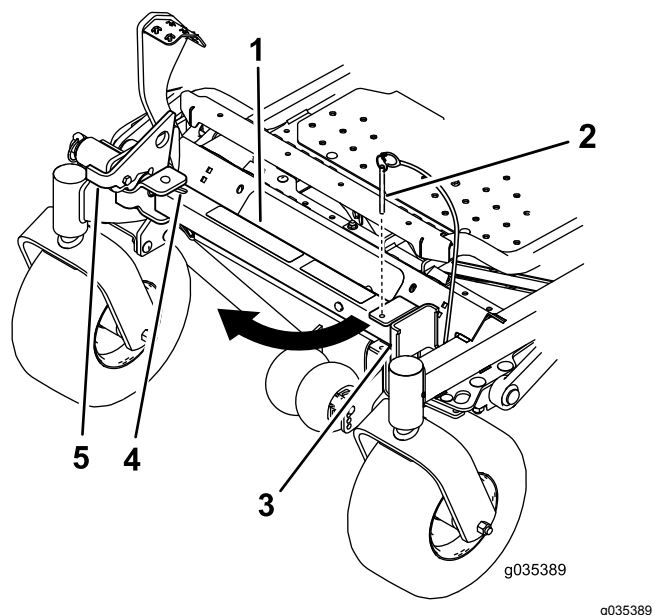
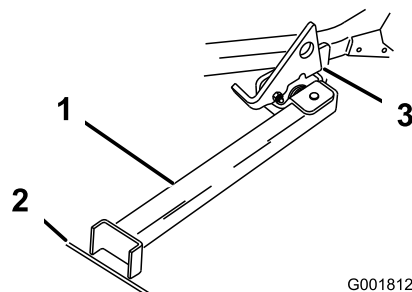

Figura 44
Figura 45
2. Retire o pino do suporte (Figura 44).
4. Rode o pé do apoio e deslize-o em direção à máquina, no fundo da ranhura (Figura 44 e Figura 45).
5. Coloque o pé do apoio no terreno e pouse o trinco na patilha rotativa (Figura 45).
Nota: Para obter melhores resultados, coloque o pé do apoio nos passeios ou na relva (Figura 45).
7. Conduza a máquina para o apoio. Pare quando o trinco passar pela patilha para posição bloqueada (Figura 45).
5. Coloque novamente o apoio na posição de descanso (Figura 44).